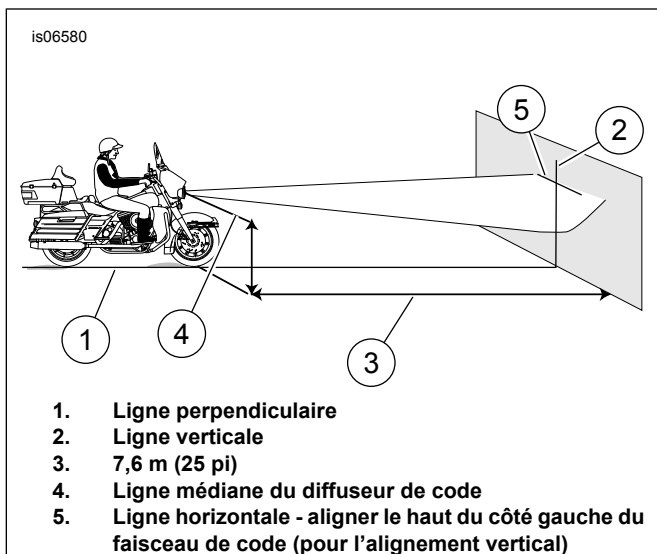

Figure 9. Vérification de l'alignement du phare
5. Se référer au Figure 8 et au Figure 9. Avec le véhicule chargé et à la verticale, orienter la roue avant tout droit vers le mur. Mesurer la distance entre le sol et le centre du **diffuseur de code** (4). Noter ce résultat.
6. Voir la figure 9. Tracer une ligne horizontale sur le mur au niveau du point (5) ayant la même mesure que celle relevée à l'étape 5.
- Tracer une ligne verticale (2) à partir de la ligne perpendiculaire (1) de façon à ce qu'elle coupe la ligne horizontale tracée à l'étape précédente.